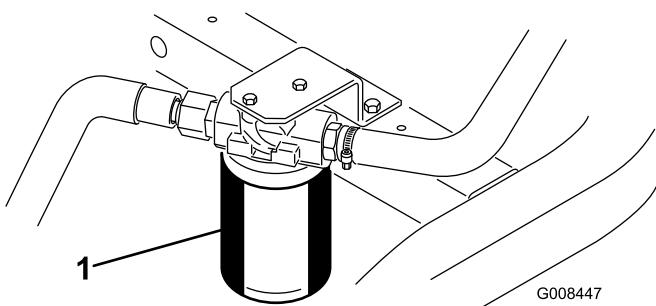

Figura 57
1. Pulite la superficie circostante il filtro (Figura 57). Collocate una bacinella di spурgo sotto il filtro e togliete il filtro.